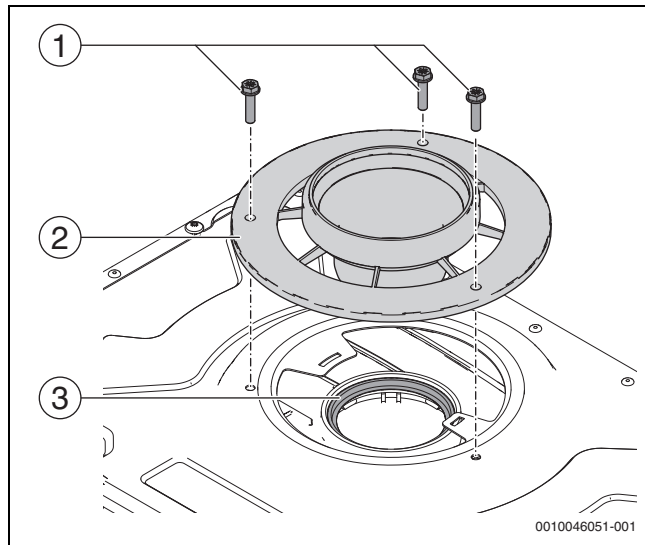

Fig. 132 Desmontar el adaptador de tubos de gas de escape y el set de tubos de escape
- ▶ Ubicar el set y el adaptador de tubo de gases de escape (→ fig. 132, [2]) en la placa superior.
- ▶ Ajustar tres tornillos (Pozi o hexagonal) (→ fig. 132, [1]) con máx. 3 Nm.